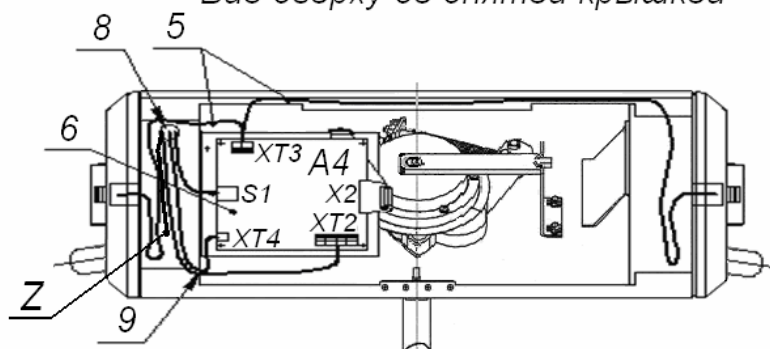

Рисунок 10. Схема прокладки кабелей в стойке ЭП
6. Подготовьте в полу отверстия под гильзы анкеров для крепления стойки ЭП. Установку и крепление стойки производите после прокладки всех кабелей в кабельном канале и внутри стойки. Схема прокладки кабелей в стойке и места расположения отверстий, в которые следует установить изоляционные втулки из комплекта поставки, показаны на рис. 10.
10. Выполните заземление стойки ЭП в соответствии с требованиями ПУЭ («Правила устройства электроустановок»). Контакт заземления Z находится под крышкой стойки (3), слева от платы контроллера (см. рис. 10).